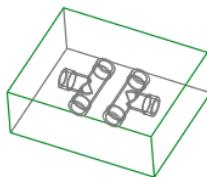
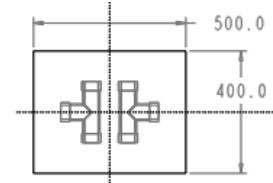

图 15.4 创建坯料
图 15.5 截面草图
Step4. 创建图 15.4 所示的坯料特征。
(1) 选择命令。单击 **模具** 功能选项卡 **形状** ▾ 区域中的 拉伸 按钮。
(2) 创建实体拉伸特征。
① 定义草绘截面放置属性。在绘图区中右击，从系统弹出的快捷菜单中选择 **定义内部草绘...** 命令。然后选择 MAIN_PARTING_PLN 基准平面作为草绘平面，草绘平面的参考平面为 MOLD_RIGHT 基准平面，方位为 **右**，单击 **草绘** 按钮，系统至此进入截面草绘环境。
② 进入截面草绘环境后，选取 MOLD_RIGHT 基准平面和 MOLD_FRONT 基准平面为草绘参考，然后绘制图 15.5 所示的截面草图。完成截面草图的绘制后，单击“草绘”操控板中的“确定”按钮 。